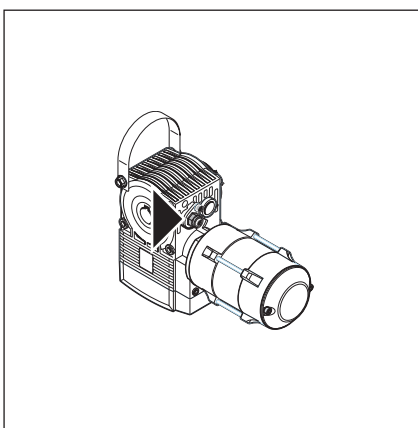
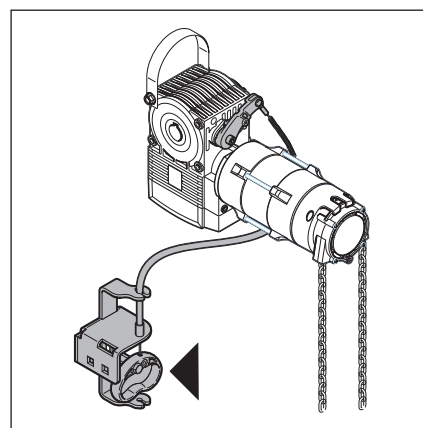
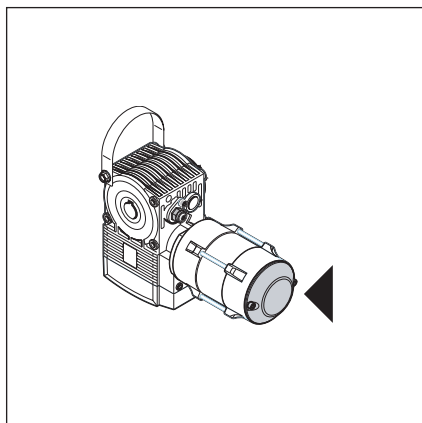

Рис. 8-1: Система деблокировки для проведения техобслуживания
Рис. 8-2: Безопасная деблокировка
Рис. 8-3: Фланцевый привод с защитной крышкой
2. При закрытых воротах приведите в действие устройство деблокировки для проведения работ по техобслуживанию (см. рис. 8-1) или устройство безопасной деблокировки (см. рис. 8-2).
- а. Фланцевый привод с защитной крышкой (см. рис. 8-3): при закрытых воротах приведите в действие устройство деблокировки для проведения работ по техобслуживанию (см. рис. 8-1) или устройство безопасной деблокировки (см. рис. 8-2). Сдвиньте ворота вручную в нужное положение.